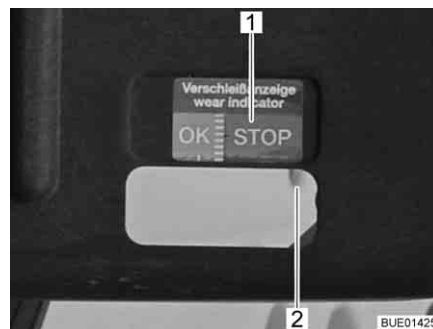

Fig. 193 Indicatore di usura
Sulla maniglia del gancio è montato un indicatore di usura (Fig. 193) con tacche colorate (Fig. 193,1).
- Se la tacca (Fig. 193,2) nel foro ovalizzato nel campo verde si trova su "OK", le guarnizioni di attrito sono ancora a posto.